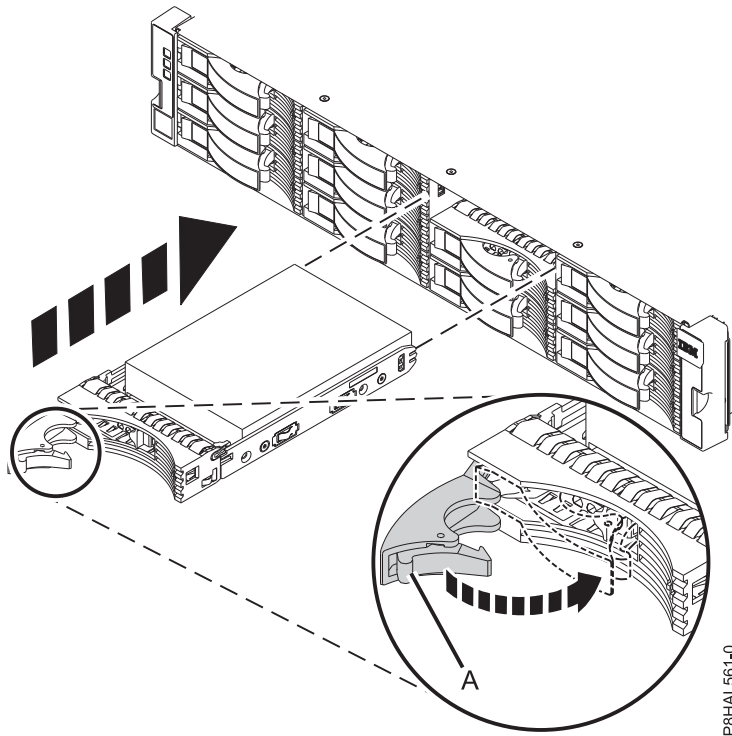
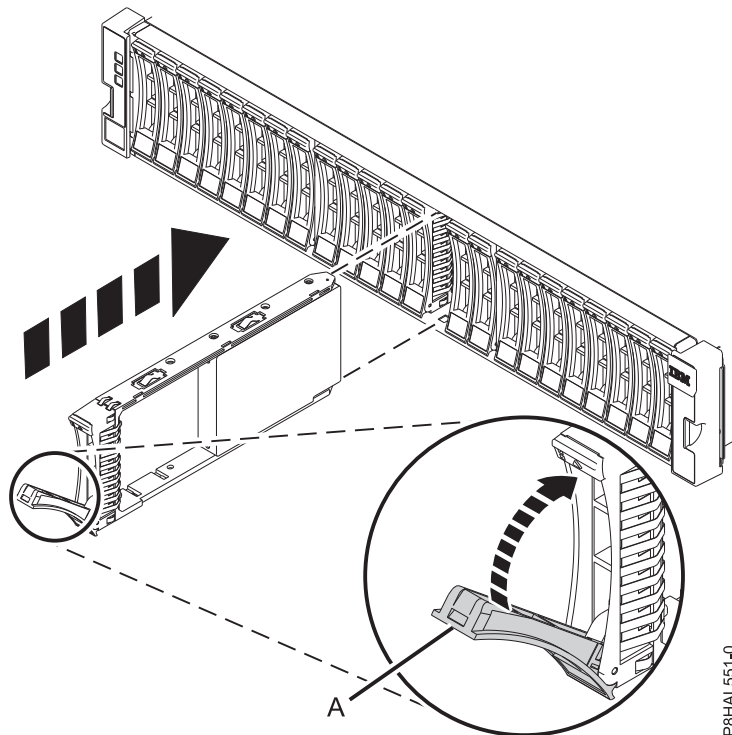

Abbildung 10. Plattenlaufwerk in der ESLL-Speichereinheit installieren
Abbildung 11. Laufwerk in der Speichereinheit 5147-024 oder ESLS installieren
3. Halten Sie die Unterseite des Plattenlaufwerks fest und richten Sie sie an den Führungsschienen im Laufwerk aus. Dabei muss der Griff entriegelt sein. Siehe Abb. 10 auf Seite 11 oder Abb. 11 auf Seite 11